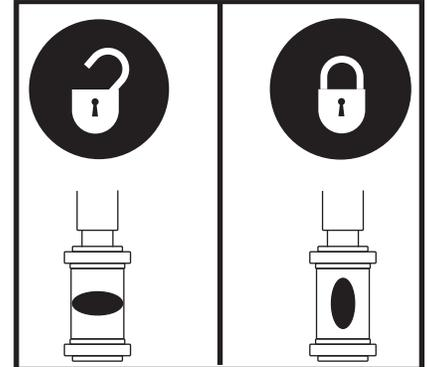

Abb. 15. Lenkerverriegelung
1. Justieren Sie den Lenker in eine gerade Position, indem Sie den Lenkersicherungshebel eindrücken und gleichzeitig 90° im Uhrzeigersinn drehen. Siehe Abb. 15. Die Vorderräder müssen nach vorne gerichtet sein, um den Lenker festzustellen.
6. Entsichern Sie das Vorderrad, indem Sie den Lenkersicherungshebel 90° gegen den Uhrzeigersinn drehen. **Siehe Abb. 15.**